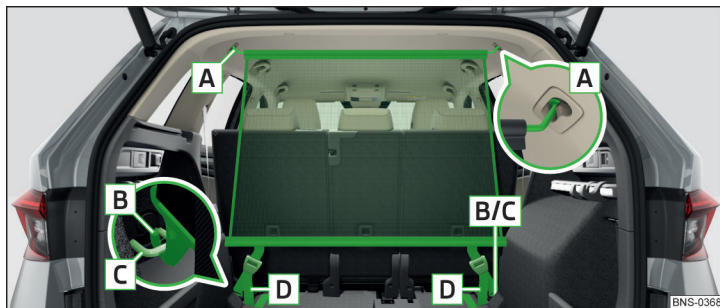

Fig. 149 Filet de séparation derrière les sièges arrière
- Pour le **montage**, insérez d'abord la barre transversale dans le logement **A** d'un côté et poussez-la vers l'avant. Insérez la barre transversale de la même manière dans le logement **A** de l'autre côté du véhicule » fig. 149.
- Serrez la ceinture au niveau des extrémités libres **D** » fig. 149.